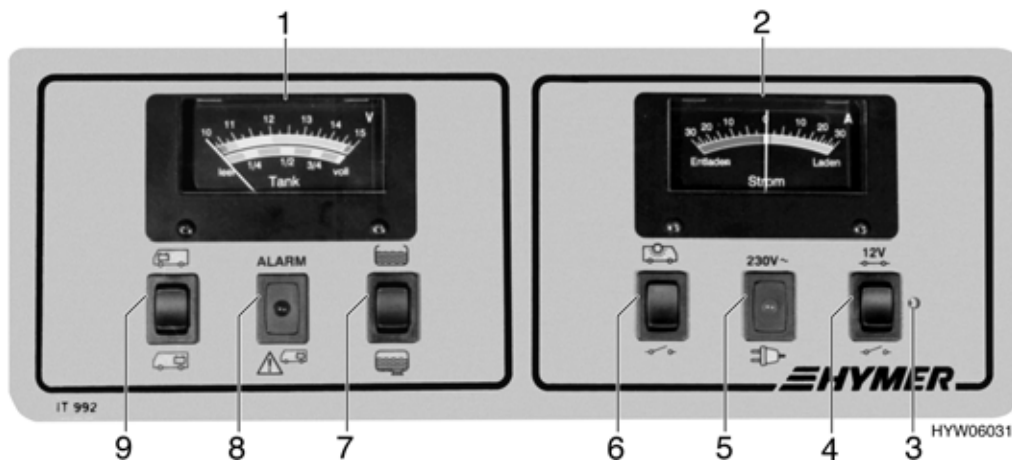

Bild 98 Panel
Der Elektroblock arbeitet nur in Verbindung mit dem Panel (Bild 98).
- Wenn nötig, mit dem 12-V-Hauptschalter (Bild 98,4) die 12-V-Versorgung für kurzzeitigen Betrieb wieder einschalten. Dies ist aber nur möglich, wenn die Batteriespannung über 11 V liegt. Liegt die Spannung darunter, kann die 12-V-Versorgung erst wieder eingeschaltet werden, wenn die Wohnraumbatterie geladen wurde.
Beim Anzeigeelement V/Tank (Bild 98,1) die obere Skala beachten. Bei Schalterbetätigung wird das Anzeigeelement automatisch beleuchtet.
- Wippschalter (Bild 98,9) oben drücken : die Batteriespannung der Starterbatterie wird angezeigt.
- Wippschalter (Bild 98,9) unten drücken : die Batteriespannung der Wohnraumbatterie wird angezeigt.
Die rote Warnleuchte ALARM (Bild 98,8) blinkt, sobald die Spannung der Wohnraumbatterie 11 V (Messung im laufenden Betrieb) unterschreitet und damit Tiefentladung droht.
Beim Anzeigeinstrument V/Tank (Bild 98,1) die untere Skala beachten. Bei Schalterbetätigung wird das Anzeigeinstrument automatisch beleuchtet.
■ Wippschalter (Bild 98,7) oben drücken : die Frischwassermenge wird angezeigt.
■ Wippschalter (Bild 98,7) unten drücken : die Abwassermenge wird angezeigt.
Am Anzeigeinstrument Strom (Bild 98,2) wird ständig der aktuell fließende Batteriestrom angezeigt. Bei Schalterbetätigung wird das Anzeigeinstrument automatisch beleuchtet.
Der 12-V-Hauptschalter (Bild 98,4) schaltet die 12-V-Versorgung des Wohnraums ein und aus. Ausnahme: Heizung, Grundlicht (Beleuchtung im Eingangsbereich), Eintrittstufe und Reserve 4 am Elektroblock sind immer betriebsbereit.
- Wippschalter (Bild 98,4) oben drücken : die 12-V-Versorgung des Wohnraums ist eingeschaltet. Kontroll-Leuchte (Bild 98,3) leuchtet grün.
- Wippschalter (Bild 98,4) unten drücken : die 12-V-Versorgung des Wohnraums ist ausgeschaltet. Kontroll-Leuchte (Bild 98,3) erlischt.
Die Kontroll-Leuchte (Bild 98,3) leuchtet, wenn der 12-V-Hauptschalter (Bild 98,4) eingeschaltet ist.
Die gelbe 230-V-Kontroll-Leuchte (Bild 98,5) leuchtet, wenn am Eingang des Elektroblocks Netzspannung vorhanden ist.
- Schalter (Bild 98,6) oben drücken : die Vorzeltleuchte ist eingeschaltet.
- Schalter (Bild 98,6) unten drücken : die Vorzeltleuchte ist ausgeschaltet.